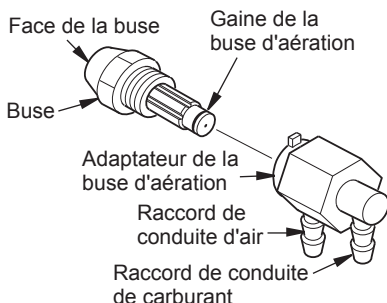

Figure 19 - Buse d'aération et son adaptateur
9. Remplacer la buse dans l'adaptateur de buse jusqu'à ce que les sièges de buses. Serrer tiers à son tour plus de 5/8" clé à douille de 4,5 à 5,1 Nm (40 à 45 pouces-livres). Voir figure 19.
6. Soigneusement enlever la buse de l'adaptateur de tuyère en utilisant 5/8" clé à douille (voir figure 19).
5. Soigneusement enlever la buse de l'adaptateur buse à l'aide 5/8" clé à douille (voir figure 19, page 71).